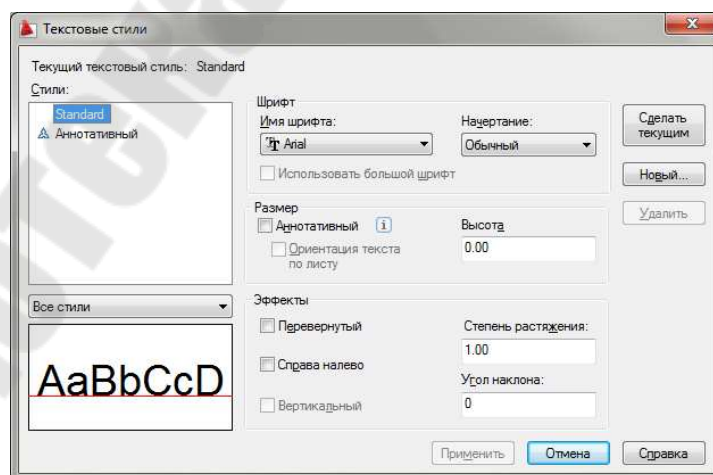

Рис. 1.6. – Диалоговое окно «Текстовые стили»
- создать текстовый стиль согласно ГОСТ 2.304-81, высота букв которого определяется каждый раз при обращении к команде **ТЕКСТ** (**\_TEXT**) см рис. 1.6.